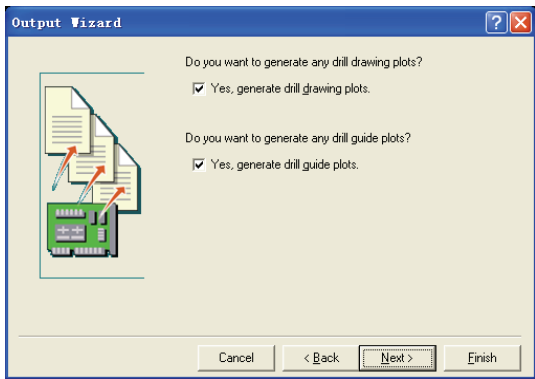

图 6-119 是否输出钻孔图形 Gerber 文件
6) 单击“Next”按钮后，系统将弹出如图 6-119 所示的是否输出钻孔图形 Gerber 文件对话框，指定选择是否输出钻孔图形。如果选择“Yes, generate drill drawing plots”选项，则可以输出具有钻孔图形的 Gerber 文件。